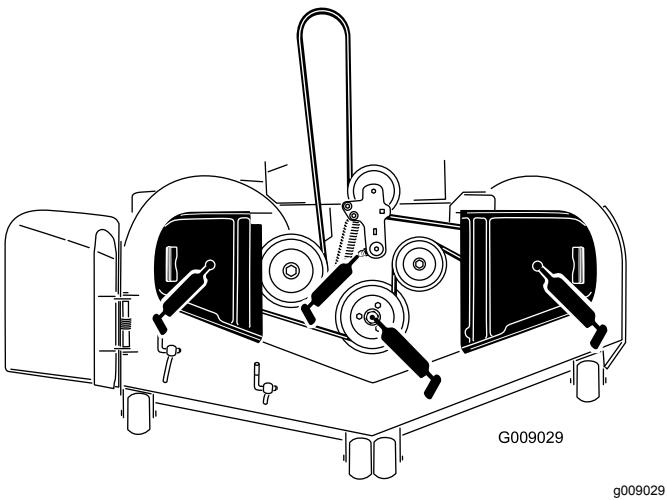

Figura 40
3. Engrase el pivote de la polea tensora de la carcasa de corte hasta que salga grasa por el extremo inferior (Figura 40).
4. Engrase los 3 cojinetes de los ejes hasta que salga grasa de las juntas inferiores (Figura 40).
5. Engrase el brazo tensor de la correa de la carcasa (Figura 40).